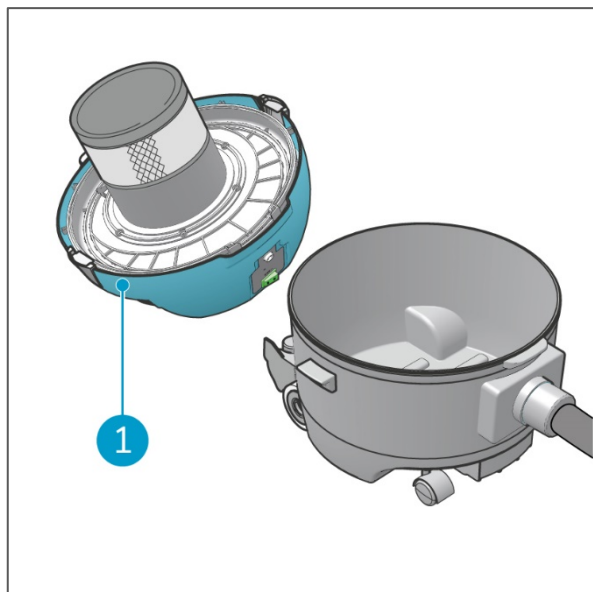

Abbildung 24
5. Legen Sie den Deckel auf eine ebene Fläche (Figure 24, Pos 1).